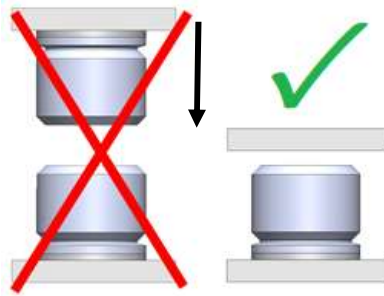

Bild 3: Puffer nicht gegeneinander fahren
3.3.8 Es ist nicht zulässig, Puffer gegeneinander zu fahren (Bild 3).